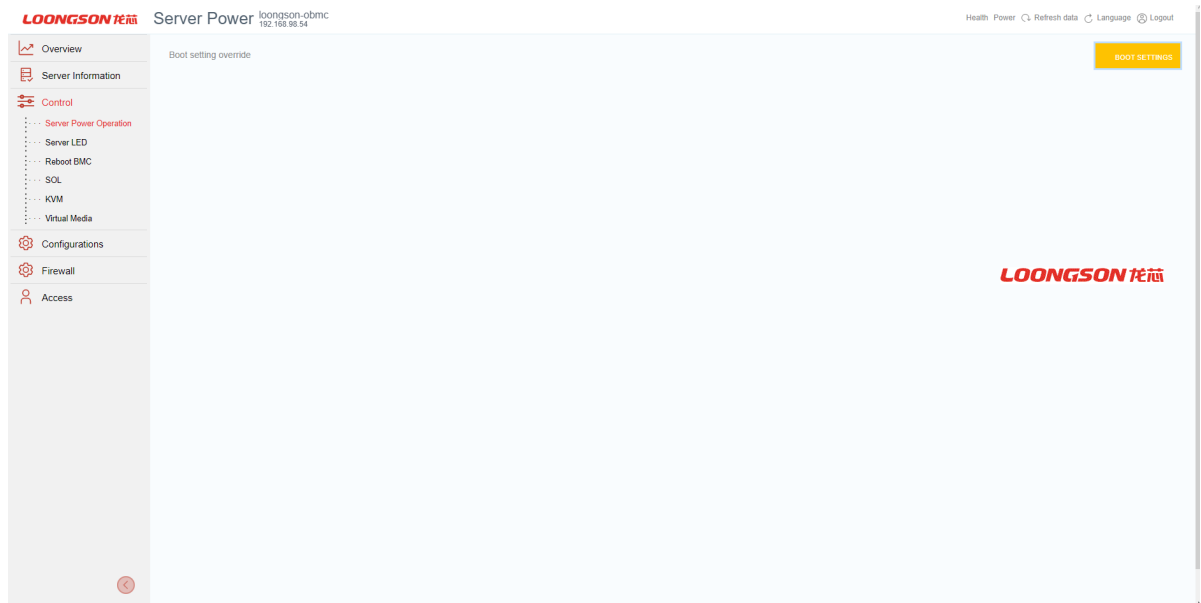

Рис. 74. Окно «Server Power Operation»
- 2) Пройдите во вкладку «Control» → «Server Power Operation» в данной вкладке осуществляется управление сервером. Вкладка «Server Power» показывает состояние сервера «On/Off». Вкладка «Reboot Server» позволяет перезагрузить сервер, вкладка «Shutdown Server» позволяет выключить сервер. Окно показано на рис. 74 Окно «Server Power Operation»